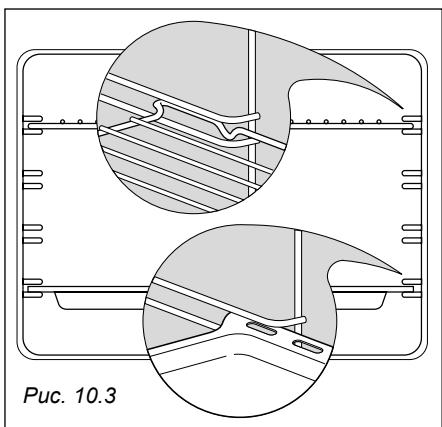

Рис. 10.3
- Задвиньте полочку и противень по направляющим (Рис. 10.3).
- Задвиньте полочку и противень на направляющим (Рис. 10.3).